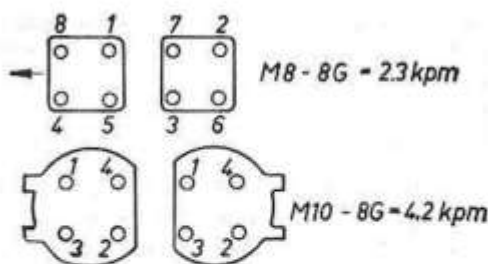

Bild M 42. Zylinderfuß- und Zylinderkopf-Anzugsplan
19. Ausrichten der Zylinder durch das Spezialwerkzeug „Kontrollplatte für Auspuffflansch“ und Befestigen des Stützbleches und der Zylinderfußmutter (Bild M 42).
20. Auflegen der Zylinderkopfdichtung, die einen Innendurchmesser von 82,0 mm haben sollte. Aufsetzen und Befestigen der Zylinderköpfe (Bild M 42). Ab 1974 Zylinderschrauben M 10 x 50, Stiftschrauben entfallen.